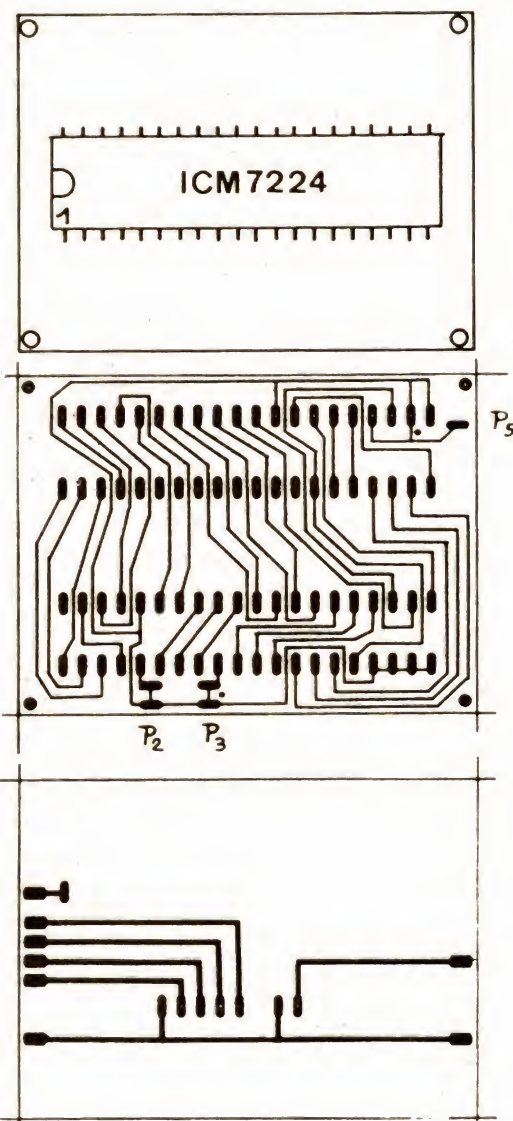

Fig. 10. - Pose du ICM 7224 (N.B. : Aucun point décimal n'est utilisé).
a) Du module d'affichage (fig. 10 et 11)